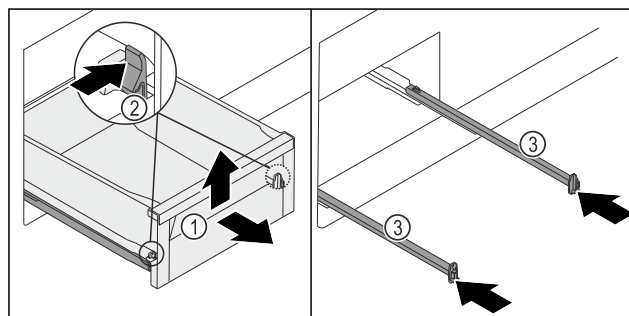

Fig. 128
- Vytiahnite zásuvku Fig. 128 (1) až na doraz.
- Súčasne zatlačte svorku Fig. 128 (2) vľavo a vpravo dovnútra.
- ▷ Zásuvka Fig. 128 (1) sa uvoľní z koľajničiek.
- Zdvihnite zásuvku Fig. 128 (1) vpredu.
- Vyberte zásuvku Fig. 128 (1) dopredu.
- Zasuňte koľajničky Fig. 128 (3).